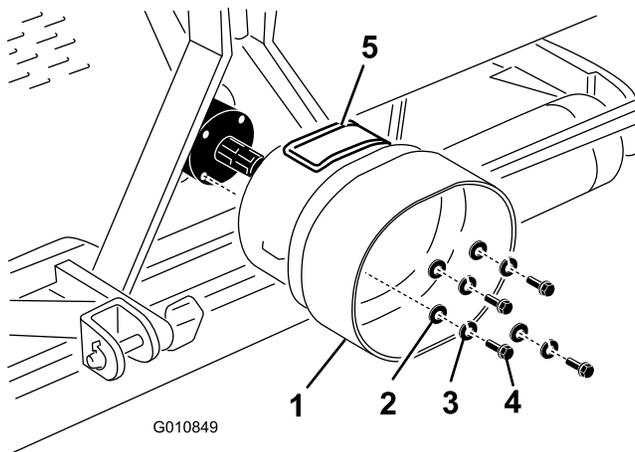

Bild 22
- Entfernen Sie die vier Schrauben, Sicherungsscheiben und Flachscheiben, die hinten am Aerifizierergetriebe befestigt sind (Bild 22).
- Befestigen Sie das Zapfwellenschutzblech mit den vorher entfernten Befestigungen am Aerifizierergetriebe (Bild 22).
Richten Sie die Abdeckplatte (Bild 22) des Zapfwellenschutzblechs nach oben oder seitlich
Hinweis: Sie können die Abdeckplatte (Bild 22) öffnen, um die Befestigungen der Zapfwellen leichter zu entfernen und zu montieren.